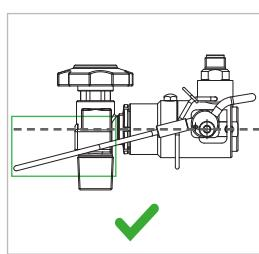

Figure 9
- ▶ Relevez l'arceau de commande (n° 6) vers le haut. L'arceau doit pouvoir être manipulé facilement vers le haut sans forcer. Le câble d'acier doit se trouver dans sa position finale sous le plan horizontal par rapport au connecteur (*Figure 9*).